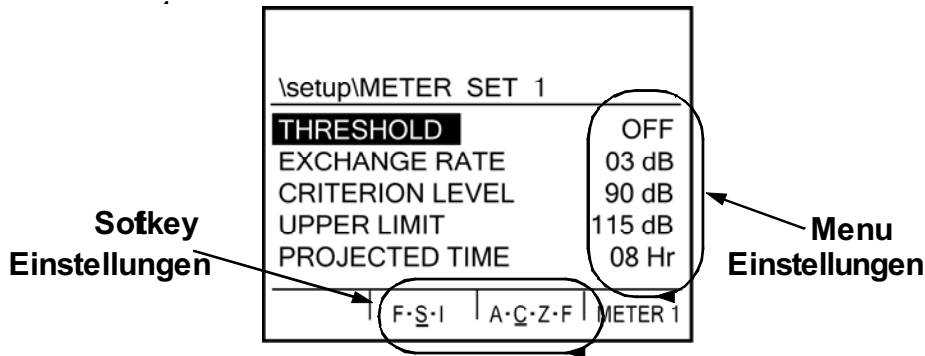

Bild 4-1: Messgerät Einstellen Anzeige
2. In der EINR Anzeige wählen Sie MESSG.EINST. und drücken . Es erscheint die Anzeige wie in Bild 4-1.
- **FSI Softkey** ~ Zeitbewertungs- Optionen: [F]ast, [S]low und [I]mpuls. In Bild 4-1 ist Messgerät 1 auf S eingestellt.
- **ACZF Softkey** ~ Frequenzbewertung: A-, C-, Z-, und F-Bewertung. In Bild 4-1 ist Messgerät 1 auf C gestellt.